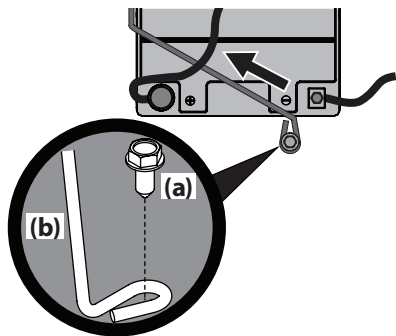

Figure 15
REMARQUE : Le faisceau électrique doit être placé au-dessus de la barre de retenue de la batterie. Autrement, il risque d'être endommagé. Voir Figure 15 à la page 80.
3. Retirez le boulon hexagonal (a) qui fixe la tige de retenue de la batterie (b) au châssis. Faites pivoter la tige de retenue de la batterie (b) vers le haut et retirez la batterie. Voir Figure 15.